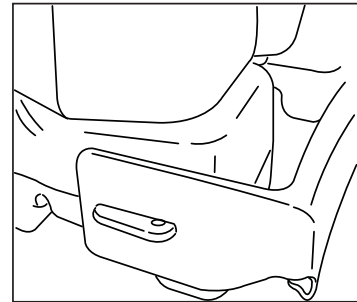

Figure 3.
3. Installez le support lombaire sur les languettes à la base du réservoir. **Voir la figure 3.**